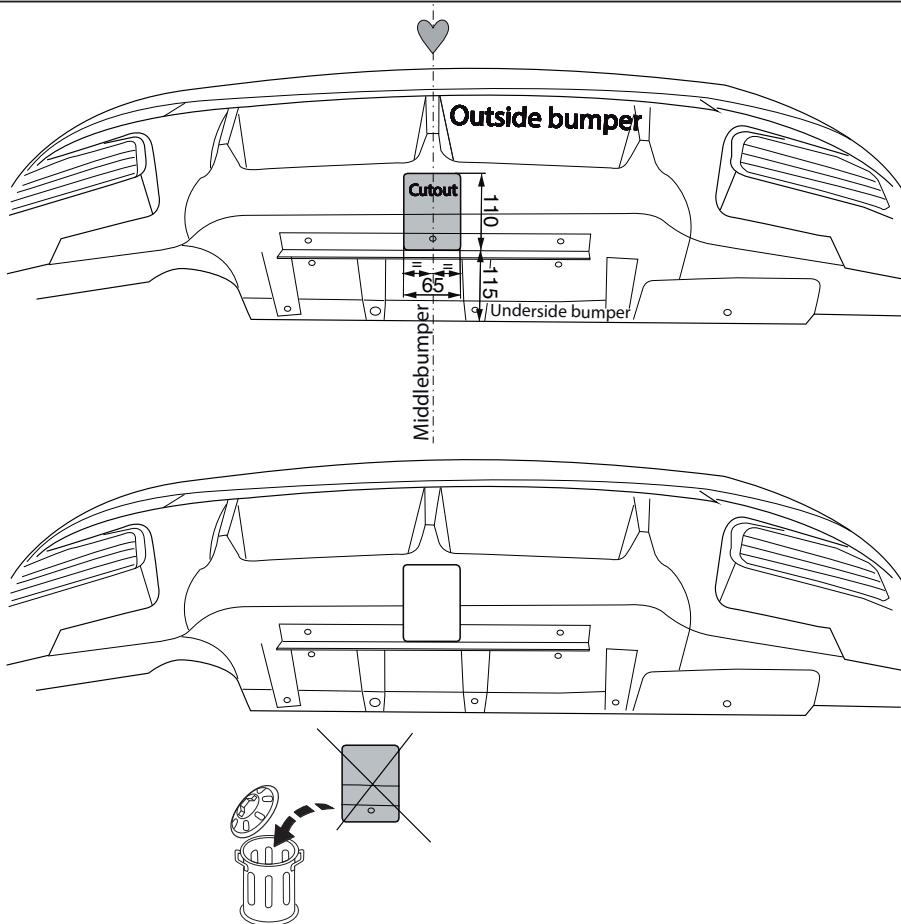

Fig. 3
- Отпилить обозначенные части, как указано на рис. 3.